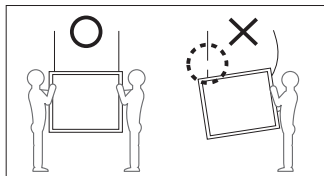

図7
- ・ 吊り下げ作業は事故防止のため、必ず2名以上で行ってください（図7）。